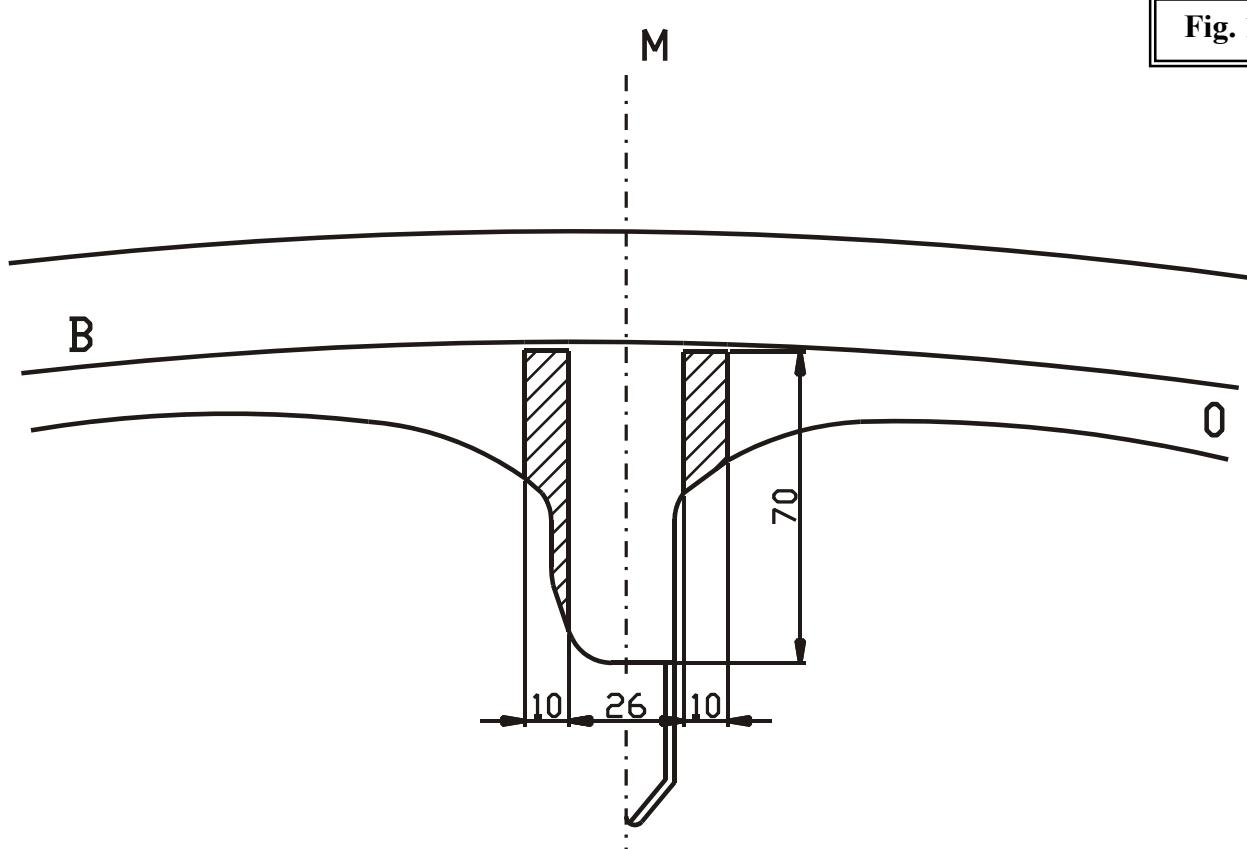

Fig. 1
4. Maak in de onderzijde van de bumper eeninsnijding volgens Fig.1.
5. Plaats de trekhaak met de punten (C) op de reeds gemonterde platen, breng bouten in en zet handvast.
6. Monteren van de kogel samen met de stekkerdooshouder en het monterstuk ref.5, het punt (D) van monterstuk ref.6 komt te passen met de sleepoog van het voertuig (8), plaats het contraplaatje ref.7 tegen de andere zijde van de sleepoog, breng de bouten in en zet alles degelijk vast. (zie aanhaalmomenten)
4. Faites une entaille dans le dessous du pare-chocs, selon la Fig.1
5. Placez le crochet de remorque avec les points (C) sur les plaques déjà montées, introduisez les boulons et vissez.
6. Montez la boule avec le porte-prises et la pièce de montage réf.5, le point (D) de la pièce de montage réf.6 vient contre l'anneau de remorquage du véhicule (8), placez la contre-plaque réf. 7 contre l'autre côté de l'anneau de remorquage, introduisez les boulons et vissez fermement (voir les couples de serrage).
4. Make an incision in the lower rim of the bumper according to Fig.1.
5. Place the tow bar with points (C) on the already mounted plates, insert the bolts and secure tightly.
6. Assemble the ball along with the multiple socket holder. The mounting plate (ref. 5), point (D) of the mounting piece (ref. 6), should match the towing eye of the vehicle (8). Place the counter plate (ref. 7) against the other side of the towing eye, insert the bolts and secure everything tightly (see tension).
4. Machen Sie an der Unterseite der Stoßstange eine Einkerbung, wie in Abb. 1 angegeben.
5. Bringen Sie die Anhängerkupplung mit den Punkten (C) auf den bereits montierten Platten an, bringen Sie die Bolzen ein und schrauben Sie alles handfest.
6. Montieren Sie die Kugel zusammen mit dem Steckdosenhalter und der Montierplatte (Ref. 5), dem Punkt (D) der Montierplatte (Ref. 7) gegen die andere Seite der Schleppöse, bringen Sie die Bolzen ein und schrauben Sie alles ordentlich fest (siehe Drehmomente).